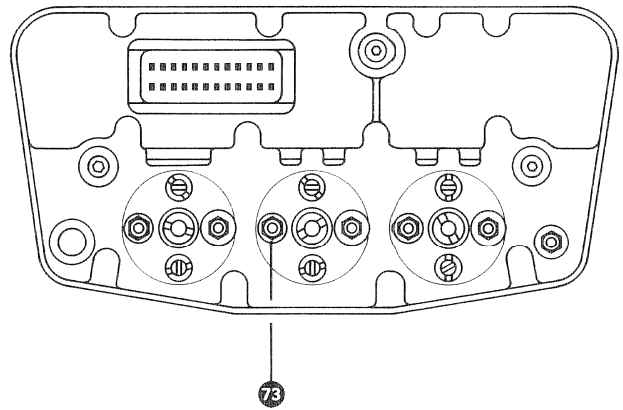

Fig. 7.2.—5
6. Aufnahmetonkopf mittels Mutter 73 (Fig. 7.2.—5.) auf geringsten Phasenwinkel justieren; bei schrittweiser Erhöhung der Frequenz, beginnend bei 1 kHz, bis 10 kHz.
6. Adjust record head with nut 73 (fig. 7.2.—5) to minimum phase angle, starting at 1 kHz and increasing frequency step by step to 10 kHz. Maximum permissible phase error:  $\pm 10$  degrees at 10 kHz.